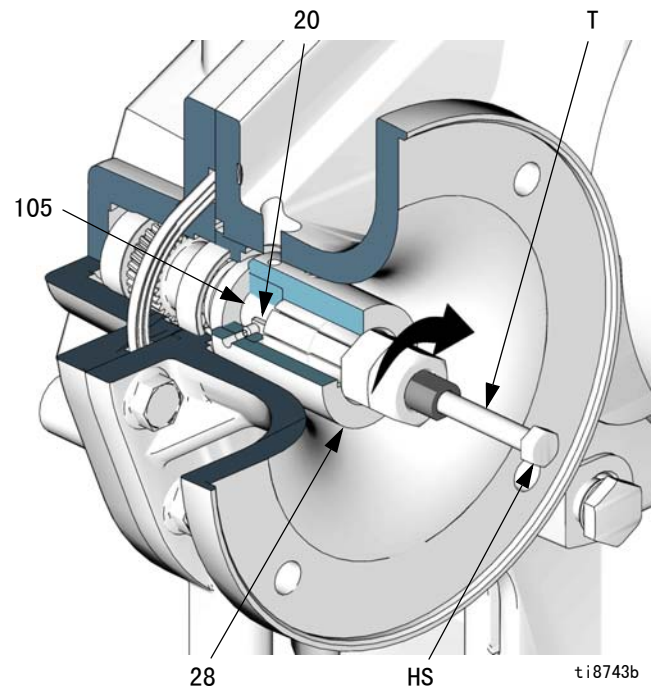

图 22. 发动机耦合器的拆卸
4. 请参见图 22。松开两个定位螺钉 (31)。将耦合器拆卸工具 (T) 插入耦合器 (28)。顺时针转紧螺母，然后通过顺时针转动六角头螺钉 (HS)，将耦合器拉出齿轮减速器的输入轴 (105)。
注：在以下步骤中，如果耦合器与发动机轴分开，但仍卡在输入轴上，请使用 15J827 耦合器拆卸工具（T）（如图 22 所示）。